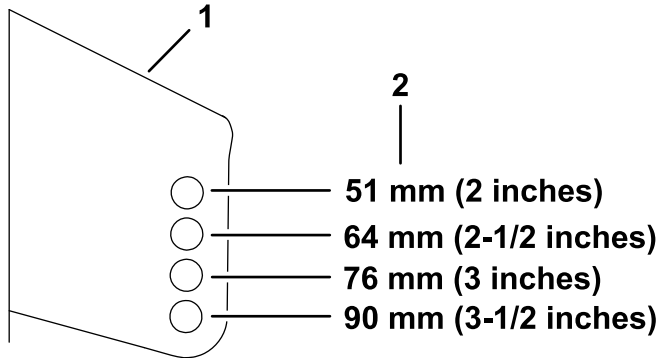

Figure 29
- Placez les galets dans l'une des positions indiquées à la Figure 29.